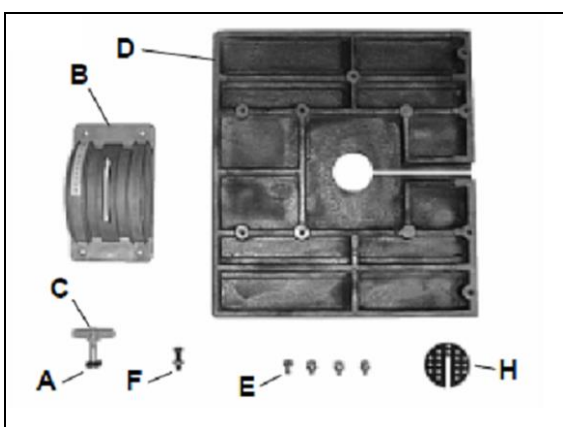

Fig 2
Monter la vis à tête plate M8 x 50 et l’élément carré en matière plastique (A, Fig 2) à travers la fente du dispositif de bascule de la table (B) et serrer provisoirement l’écrou papillon (C) afin d’en éviter la chute.
Monter l’insertion de table (H, Fig 2).